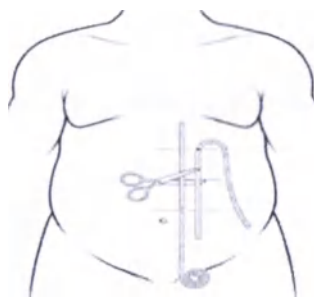

Рисунок 9
4. При помощи прилагаемой мерной рулетки измерьте расстояние между местом вторичного разреза, прямоугольной формы :  и выбранным местом соединения. См. рисунок 9.
расположения катетерного соединения. Запишите это расстояние в сантиметрах, как "С". См. рисунок 9.